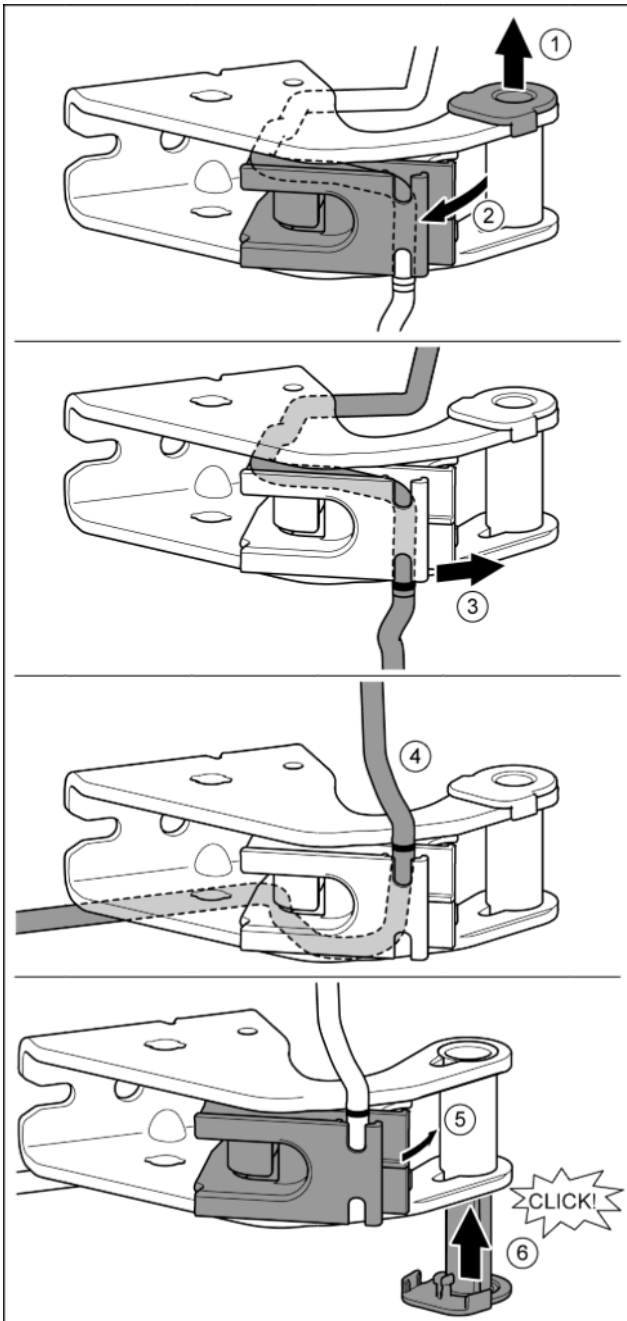

Fig. 24
- ▶ Опорную втулку вывести из направляющей. Fig. 24 (1)
- ▶ Отвести в сторону держатель кабеля. Fig. 24 (2)
- ▶ Высвободить кабель из направляющей. Fig. 24 (3)
- ▶ Вставить кабель, перевернув его в обратную сторону. Fig. 24 (4)
- ▶ Вернуть держатель кабеля в исходное положение. Fig. 24 (5)
- ▶ Установить и зафиксировать опорную втулку с другой стороны. Fig. 24 (6)